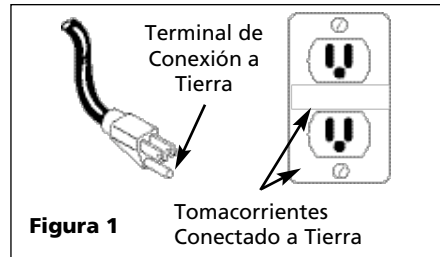

Figura 1
- Para reducir el riesgo de choque eléctrico, la bomba se debe enchufar directamente en un tomacorriente para tres patillas debidamente instalado y conectado a tierra, como se muestra en la Figura 1. El conductor verde (o verde y amarillo) del cordón es el